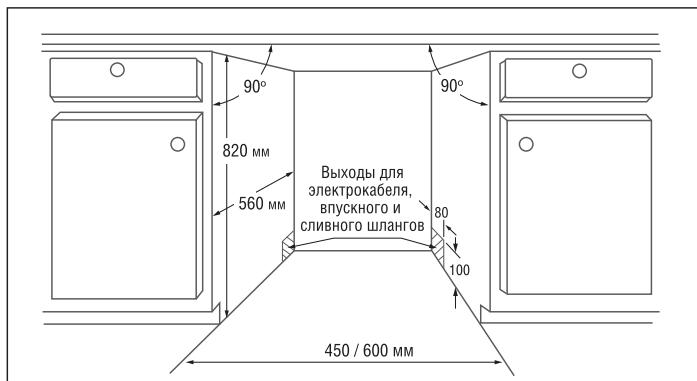

Рис. 1. Размеры и общий вид ниши для установки машины
1. Определите место, удобное для обеспечения подвода и стока воды для того, чтобы произвести установку впускного и сливного шлангов (рис. 1).